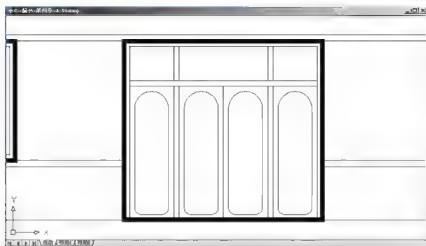

图 4.39 复制生成其他门扇
(9) 用【复制】命令生成其他门扇，结果如图 4.39 所示。